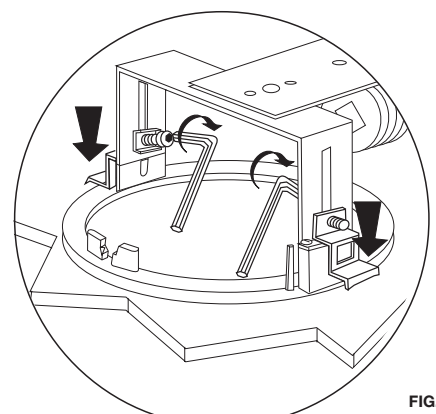

FIG. 15
- Fissare l'apparecchio spingendo l'anello esterno sul piano del controsoffitto quindi recuperare la staffa di ritenuta contro il piano interno e bloccare le viti con la chiave esagonale da 3 mm. (**FIG. 15**).
- Fix the light fitting by pushing the external ring on the surface of the false ceiling, then recuperate the bracket against the internal surface and block the screws with an hexagonal key of 3 mm. (**FIG. 15**).
- Fixer l'appareil en poussant l'anneau extérieur sur le plan du faux plafond, récupérer l'étrier de retenue contre le plan intérieur et bloquer les vis avec la clé hexagonale de 3 mm. (**FIG. 15**).
- Das Gerät durch Drücken des äußeren Rings auf die abgehängte Deckenfläche befestigen, dann den Rückhaltebügel gegen die innere Fläche zurückholen und die Schrauben mit Hilfe eines 3 mm Sechskantschlüssels festziehen (**FIG. 15**).
- Fijar el aparato empujando el anillo exterior sobre el plano del contratecho; a continuación, reajustar el estribo de retención contra el plano interior y bloquear los tornillos con la llave hexagonal de 3 mm. (**FIG. 15**).